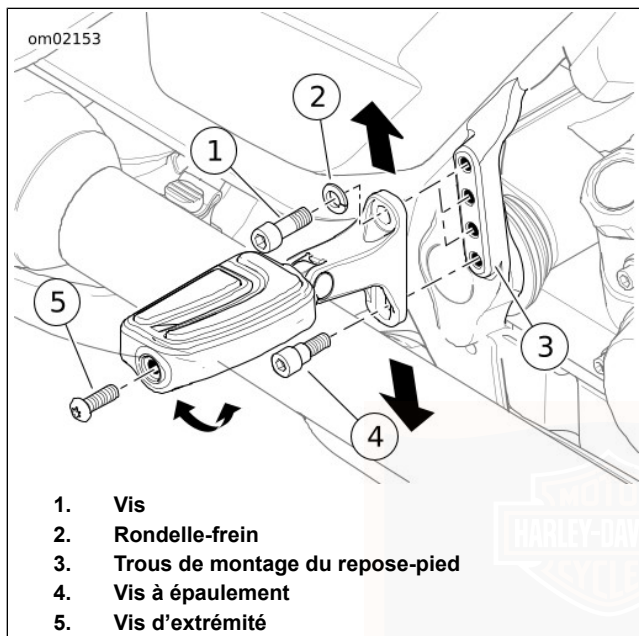

Figure 42. Repose-pied du passager
*Si le support ne coulisse pas vers le haut ou le bas, desserrer sans déposer la vis à épaulement inférieure (4).*
1. Voir Figure 42. Déposer la vis du support supérieur (1) et la rondelle (2).
1. Voir Figure 42. Desserrer la vis d'extrémité (5).